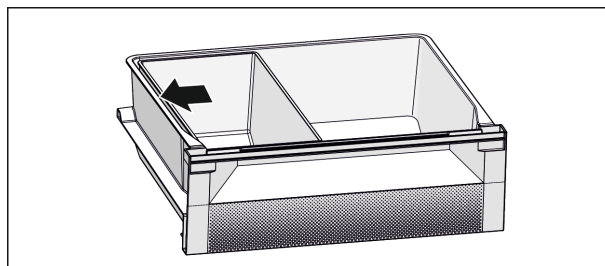

Fig. 7
- ▶ Per un raffreddamento ottimale: Posizionare la ciotola Fish & Seafood (vedere Fig. 7) come mostrato in figura.